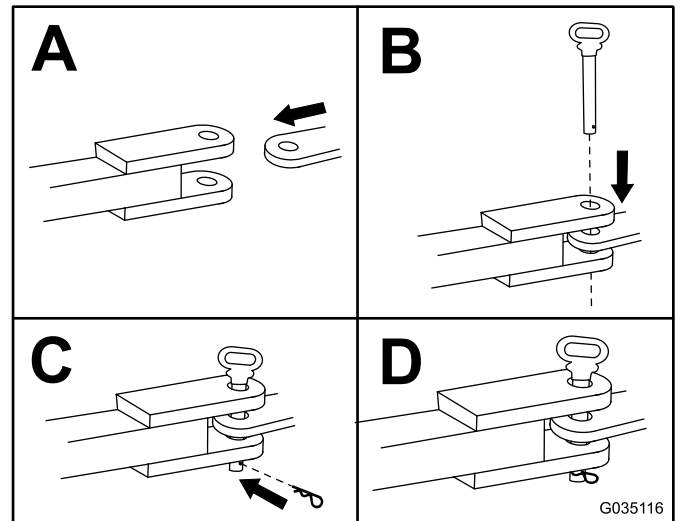

Figura 25
- Con un pasador de enganche de 19 mm (3/4") o 22 mm (7/8"), enganche la máquina como se muestra en Figura 25.